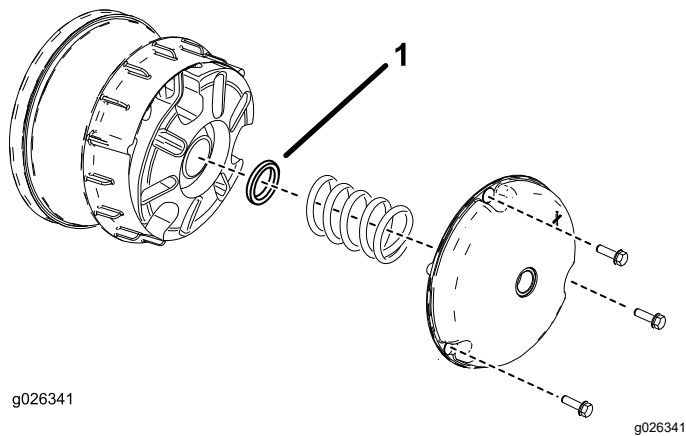

Figura 51
- Scoateți șuruburile care fixează capacul ambreiajului primar așa cum se arată în Figura 51.